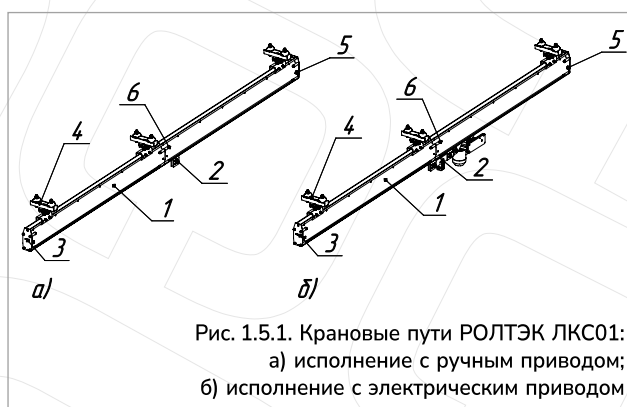

Рис. 1.5.1. Крановые пути РОЛТЭК ЛКС01:
**Крановый путь** (рис. 1.5.1.) состоит из: